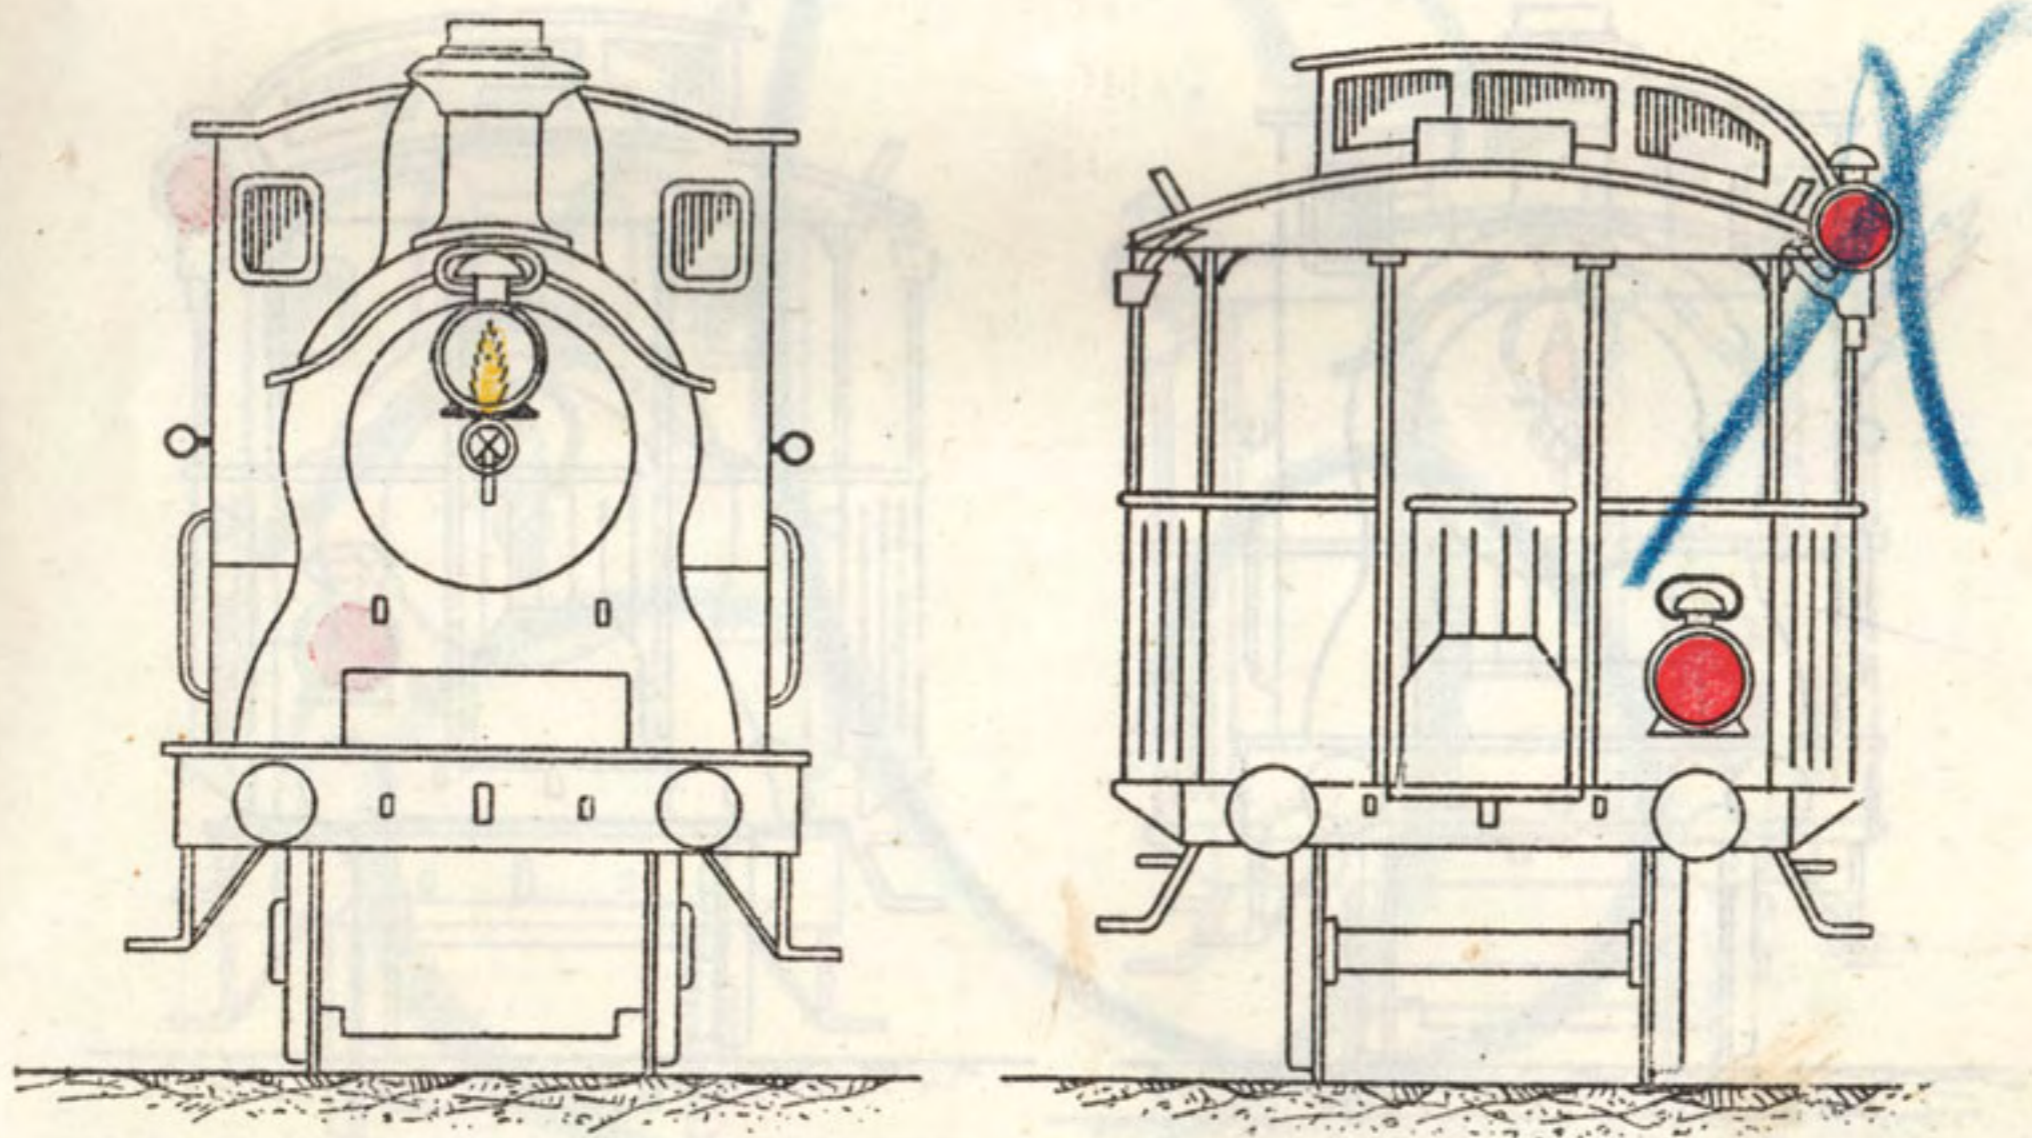

Fig. 2 : Nuit.
Pendant la **nuit**, un disque à feu **blanc à l'avant**, (fig. 2, pl. 1).
**A droite de l'impériale**, une **lanterne de sûreté allumée** (fig. 2, pl. 1).
Normalement (fig. 2, pl. 1), la lanterne de sûreté présente le feu rouge à l'arrière et le feu vert à l'avant. Il est fait exception à cette règle sur les lignes où le service de nuit n'est pas complet, pour chacun des trains qui terminent le service dans le sens de leur marche; ceux-ci présentent le feu vert de la lanterne de sûreté à l'arrière et le feu rouge à l'avant.